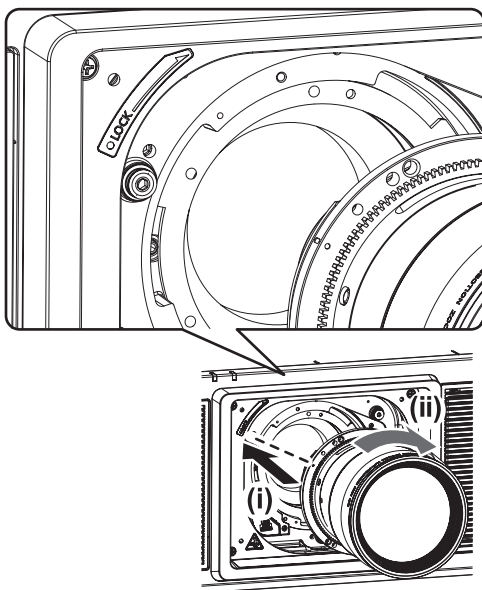

Figura 3
- 3) **Inserte la lente de proyección alineando la marca de la lente de proyección (naranja) con la marca del proyector (○ a la izquierda de LOCK) y gire hacia la derecha hasta que encaje. (Figura 3)**